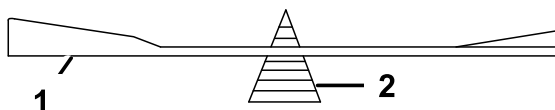

Figura 49
2. Verifique el equilibrio de la cuchilla colocándola sobre un equilibrador de cuchillas (Figura 49).